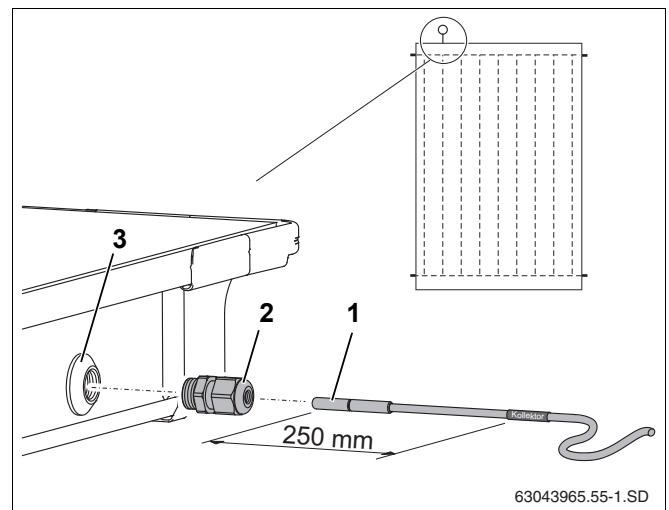

Рис. 54 Установка датчика в коллектор
Для исправной работы солнечной установки необходимо, чтобы коллекторный датчик (рис. 54, поз. 1) был вставлен в установочную трубку до упора (примерно на 250 мм).
- Проткнуть датчиком или отверткой уплотнительный слой в гильзе (рис. 54, поз. 3).
- Закрутить зажимную втулку (рис. 54, поз. 2) в гильзу.
- Затянуть зажимную втулку (рис. 54, поз. 2), удерживая от сворачивания.
Если Вы проткнули гильзу (рис. 54, поз. 3) не в том коллекторе, в котором нужно, то плотно закройте ее закрыть заглушкой из комплекта для подключения. Но прежде нужно, используя резьбовую втулку (рис. 54, поз. 2), удалить находящуюся в гильзе гайку.